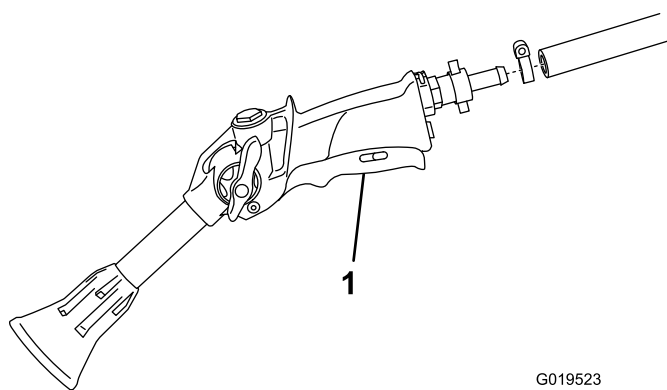

図 11
1. ホース長のもう一端をスプレーガンのフィッティングにつなぐ 図 11。